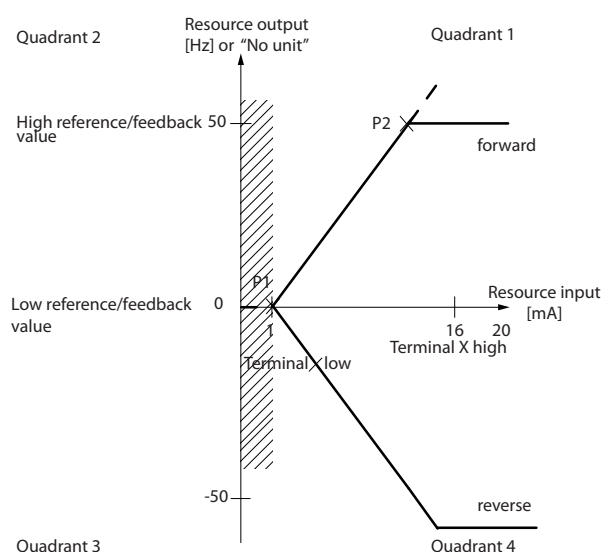

图 2.21 死区大小
- 将最小参考值（请参阅表 2.3 了解相关参数）或最大参考值设置为 0。换言之，P1 或 P2 必需在图 2.21 的 X 轴上。
死区的大小由 P1 或 P2 定义，如图 2.21 所示。